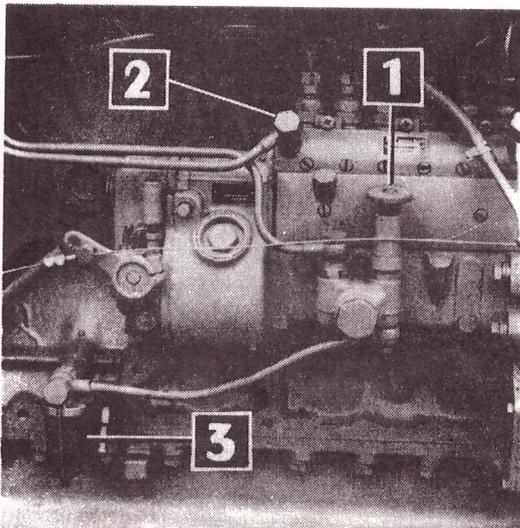

FIG. 35
- après l'avoir dévissé, manœuvrer le pommeau (1, fig.35) de la pompe d'alimentation jusqu'à ce que le combustible s'écoule sans bulle d'air ;
- desserrer le raccord (2, fig.35) d'entrée dans la pompe d'injection et actionner le pommeau jusqu'à ce que le gas-oil s'écoule sans bulle d'air ; serrer ensuite le raccord ;
Nettoyage du filtre de l'alimentation (3, fig.35)